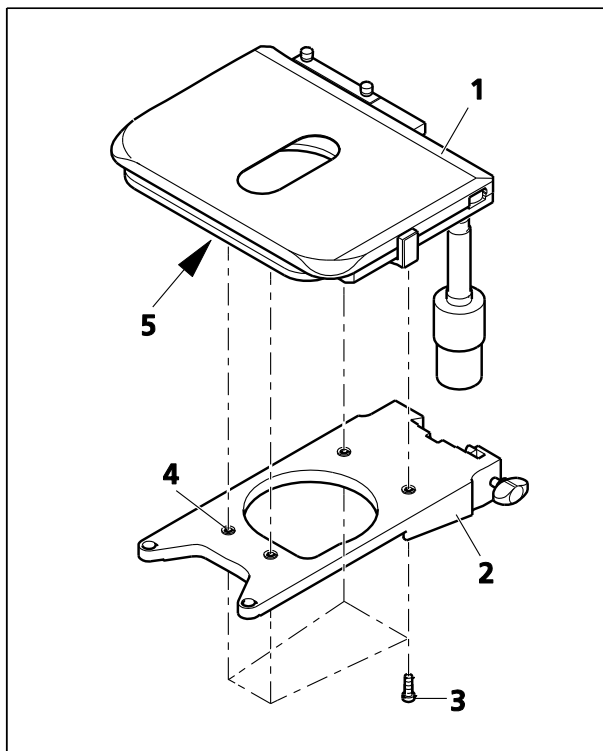

Figure 3-14 Installation de la platine mécanique sur le support de platine
- Placer la platine (Figure 3-14/1) sur le support de platine (Figure 3-14/2), en alignant les quatre trous filetés du côté inférieur de la table (Figure 3-14/5) au-dessus des trous traversants (Figure 3-14/4) du support de platine.
- Insérer les quatre vis de fixation (Figure 3-14/3) par le bas à travers le support de platine et les visser dans le côté inférieur de la platine.